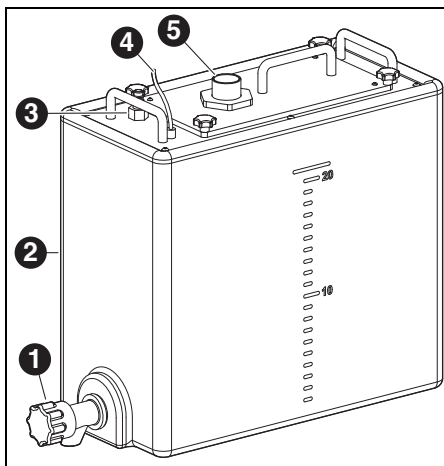

Fig. 3 Raccordements unité d'alimentation
- ▷ Connecter l'interface de commande pour l'unité d'alimentation à l'arrière de la fraiseuse ([9] sur la figure 2) ainsi qu'à l'unité d'alimentation ([4] sur la figure 3) au câble de commande.